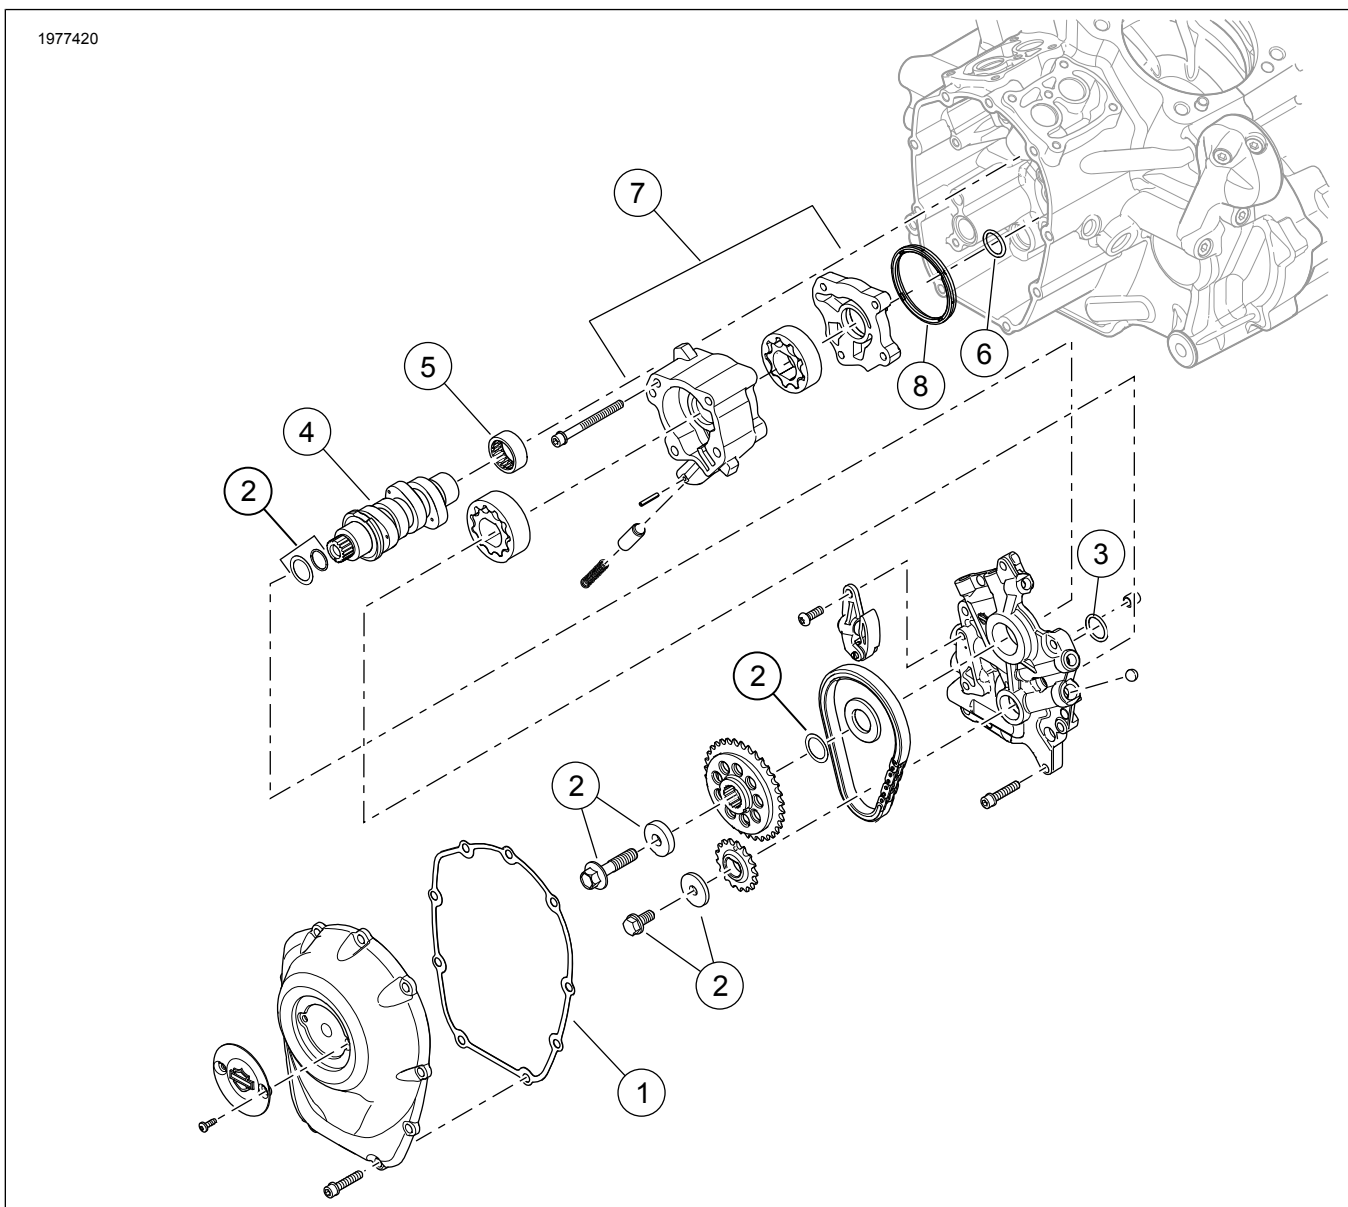

Abbildung 3. Inhalt des Satzes: Steuergehäuse: Screamin' Eagle Milwaukee-Eight™ Stage 4-Komponenten
2. Das Nockenwellennadellager (5) einbauen.
3. Siehe Abbildung 3. Die Ölpumpe einbauen.